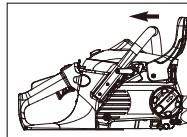

Fig. 3A
2. Kontrollera att CHAIN BRAKE®-spanken är tillbaka i FRÄNKOPPLAT läge. (Fig. 3A)